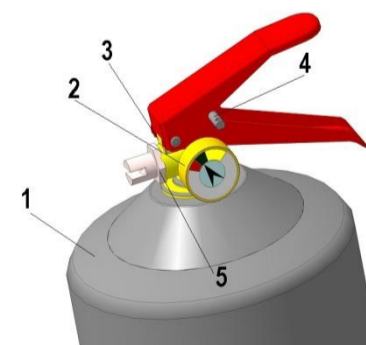
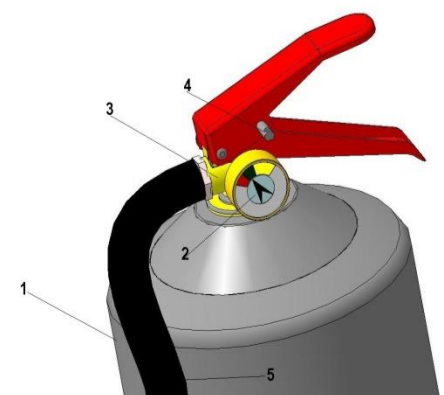

Рис.1
Рис.2
3.1. Огнетушитель состоит из корпуса 1 наполненного огнетушащим порошком, индикатора давления 2, запорно-пускового устройства (ЗПУ) 3, чеки 4, насадка 5 (рис.1). Огнетушители с массой ОТВ более 3 кг оснащены гибким шлангом (рукав)(рис.2).
- расположить огнетушитель вертикально, насадком 5 (рис.1) в направлении очага пожара. В моделях огнетушителя оснащённых рукавом, удерживая рукав 5 (рис.2), направить его на очаг пожара;